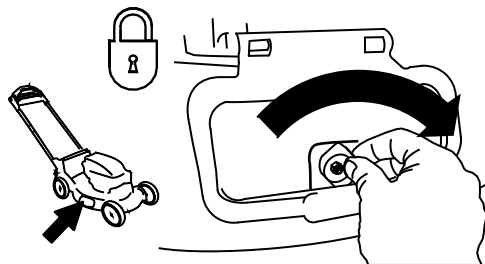

Figura 26
**Importante:** Bloquee el deflector de descarga lateral después de cerrarlo (Figura 26).